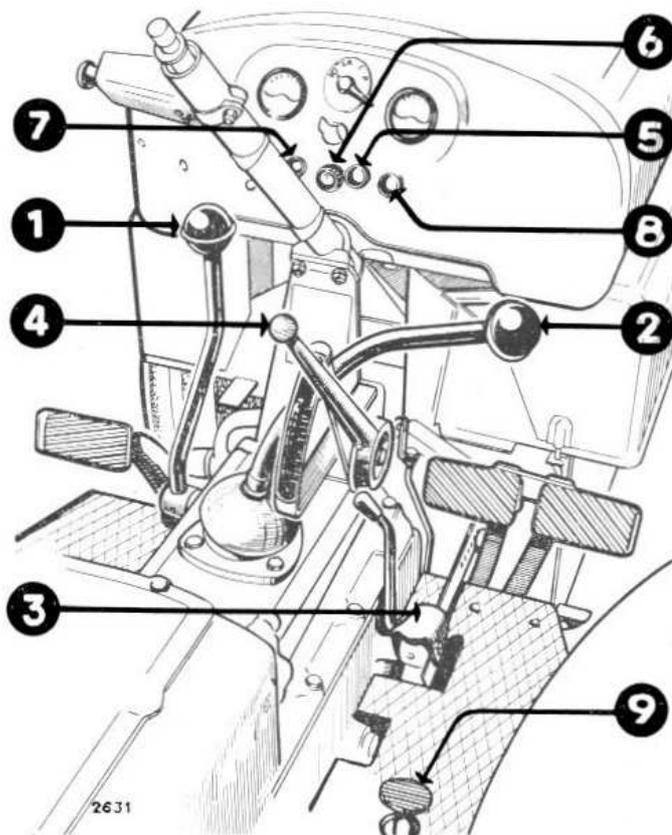

FIG. 11. -
- de prise constante (**rep. 1, fig. 11**)
- de changement de vitesses (**rep. 2, fig. 11**)
Vérifier que le frein parking (**rep. 3, fig. 11**) est bien serré.
- 3° Amener le levier d'accélération à main (**rep. 4, fig. 11**) aux trois quarts de sa course vers le bas.
- 5° Tirer le contacteur général (**rep. 5, fig. 11**) et contrôler si le voyant (**rep. 6, fig. 11**) est allumé: le contact est alors réalisé.
- 6° Pousser le contacteur de démarrage (**rep. 7, fig. 11**). Dès la mise en route du moteur, lâcher rapidement ce contacteur qui doit revenir à sa position initiale.
- Maintenir tiré pendant **45 secondes**, le commutateur (**rep. 8, fig. 11**) d'alimentation aux résistances.
- Pousser sur le commutateur (**rep. 7, fig. 11**) établissant le circuit « **Batteries-démarrage** » en maintenant tiré le commutateur (**rep. 8, fig. 11**).
En fonction de la vitesse d'avancement choisie, il y a lieu de jouer différemment sur le levier de prise constante (**rep. 1, fig. 11**) et sur le levier de changement de vitesses (**rep. 2, fig. 11**). Il faut remarquer sur les figures **12** et **13**, que lorsque le levier de prise constante est poussé vers l'avant, la combinaison des vitesses est ainsi répartie :
3^o Amener l'accélérateur à main (rep. 4, fig. 11), à mi-course.
- 2° Couper le contact général de l'installation électrique en poussant à fond sur le bouton (**rep. 5, fig. 11**) disposé sur le tableau de bord.
Pour faire intervenir le dispositif de blocage du différentiel, il suffit d'appuyer sur la pédale placée à droite du conducteur (**voir rep. 9, fig. 11**). Cette pédale déplace, dans le pont arrière, un crabot muni de doigts qui établit alors la jonction entre les deux demi-arbres du différentiel.